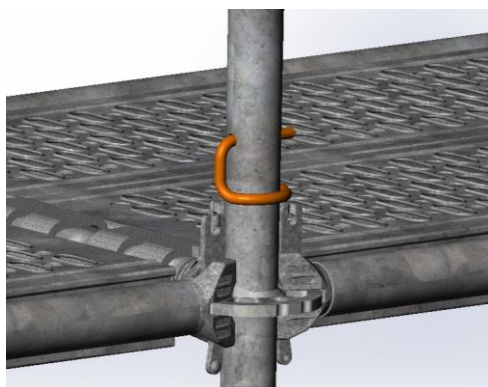

Figure 8.17
- Lorsque cela est indiqué, raccorder les montants les uns aux autres à l'aide de goupilles queue de cochon afin de protéger le raccordement des forces de traction (figure 8.17).
Lorsque cela est indiqué, raccorder les montants les uns aux autres à l'aide de goupilles queue de cochon afin de protéger le raccordement des forces de traction (figure 8.17).